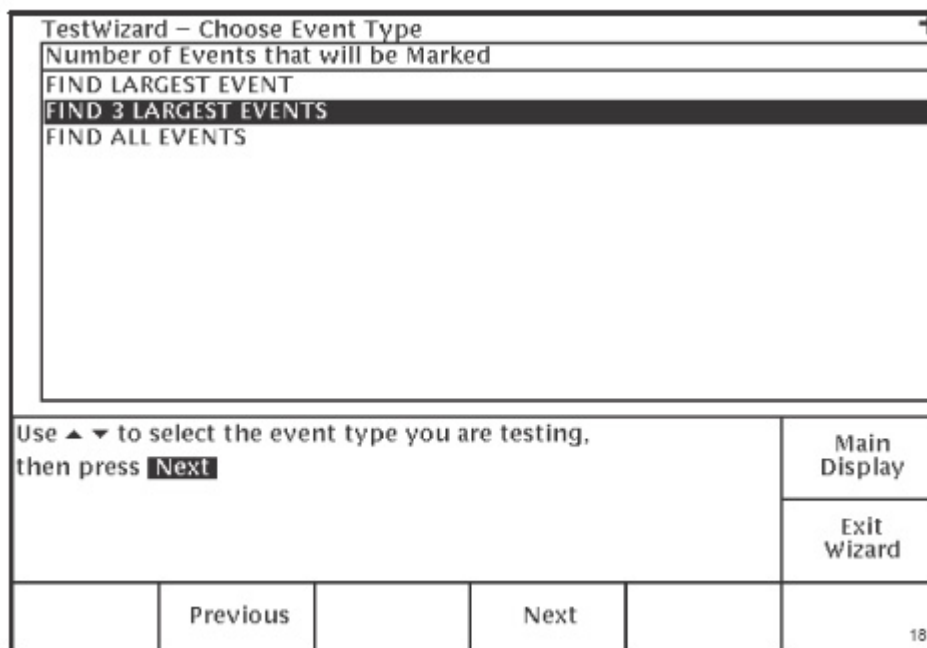

Рис. 4-3: Меню "TestWizard - Choose Event Type". Выбор типа неоднородности/повреждения
5. После выбора длины кабеля нажмите кнопку **Next** (далее) для перехода к меню "TestWizard - Choose Event Type" (выбор типа неоднородности/повреждения) (рис.4-3).